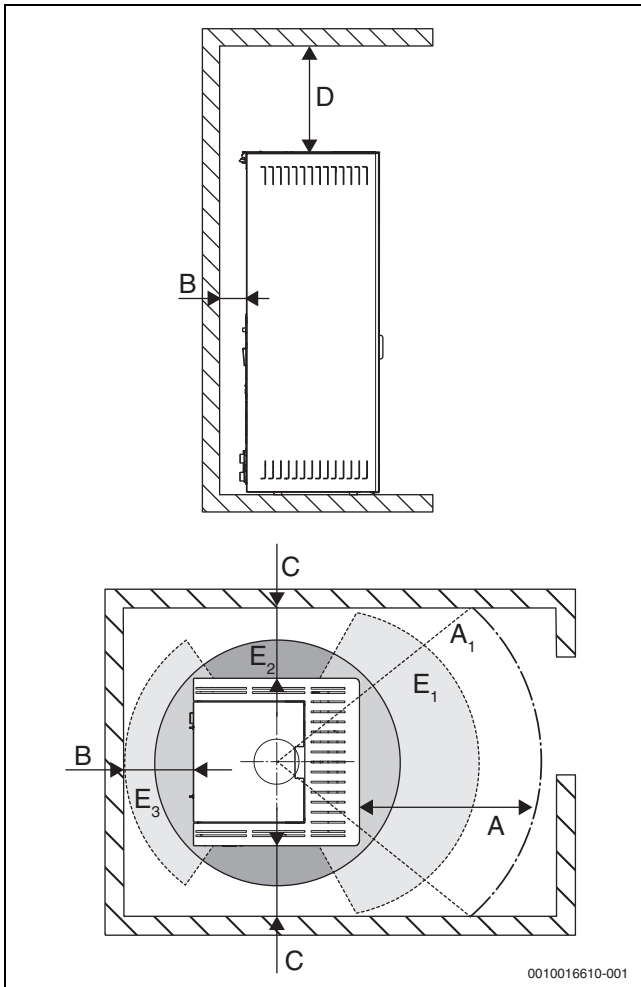

Bild 5 Mindestabstände
- Die Mindestabstände müssen eingehalten werden (→ Bild 5, Seite 12).